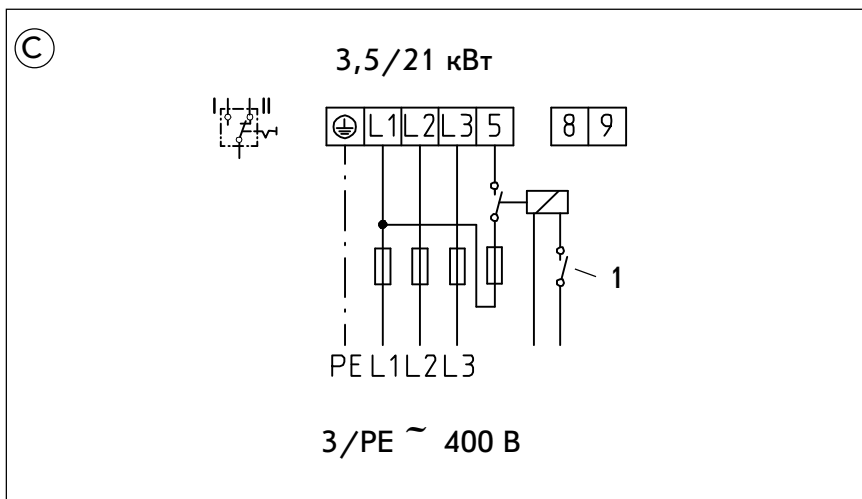

Рис. 13
**С** Измерение с помощью одного счетчика, рис.13